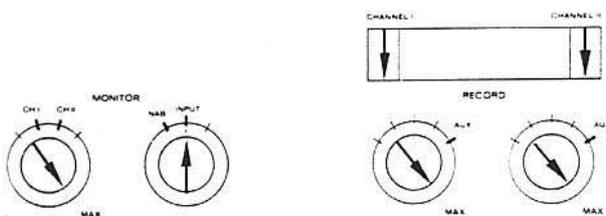

Bild 6.5.-71
- Bedienungselemente nach Bild 6.5.-71 einstellen.